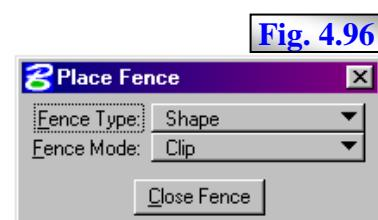

Fig. 4.96
- plasarea **fence** de tipul **shape** cere specificarea punctuală a maxim 101 puncte pentru definirea conturului, închiderea acestuia făcându-se prin reidentificarea primului punct sau prin controlul **Close Fence** oferit suplimentar în caseta de dialog numai pentru acest caz, fig. 4.96;